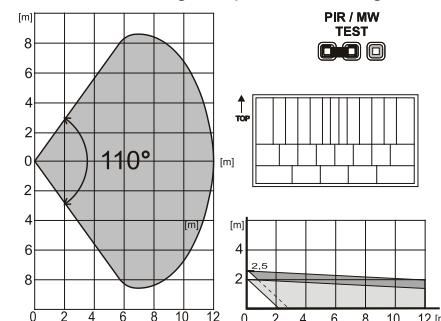

Fig. 2: Il est possible de modifier la caractéristique en utilisant une lentille alternative:
Le détecteur PIR est équipé d'une lentille 110° / 12 m. Couverture - voir la figure 2. Vérifier la couverture avec le cavalier (8) en position « **PIR** ». Un mouvement est signalé par la LED rouge.